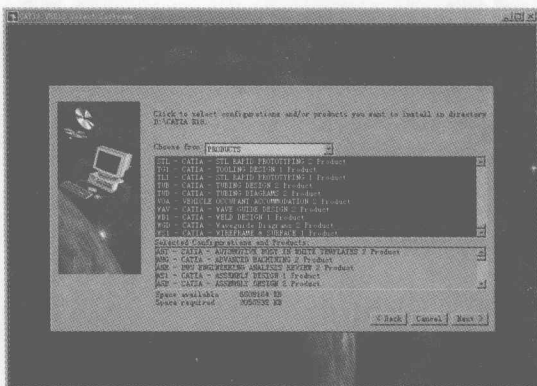

图 1-6 安装提示界面 6
- （6）单击 Next 按钮，出现如图 1-6 所示的安装模块选择提示框。